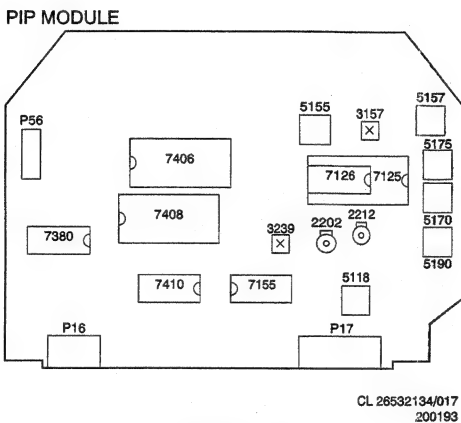

Abb. 7.5
3. Abgleicharbeiten auf der PIP-Platine (Abb. 7.5)